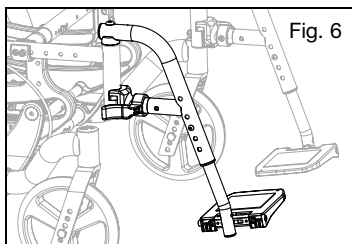

Fig. 6
- Haga rotar el apoyapiés de manera tal que quede alineado con el chasis y se fije en su lugar dentro del pestillo de bloqueo (Fig. 6).